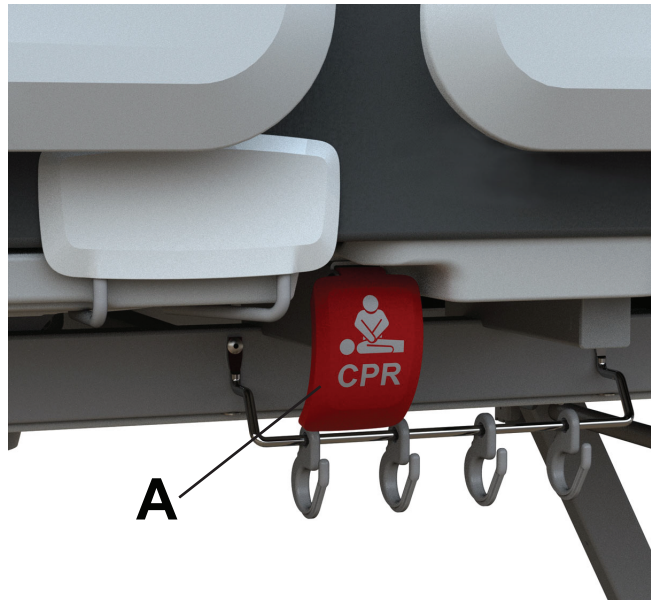

図 17 – CPRリリースハンドルを有効にする
2つのCPRリリースハンドル（A）は、ボトムの膝上げ部の左右にあります（図 17）。
1. CPRリリースハンドル（A）を引きます（図 17）。